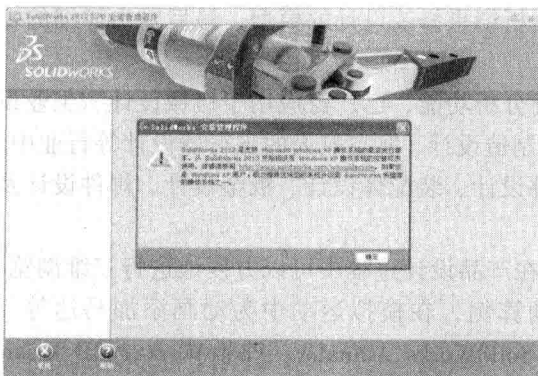

图 1-1 SolidWorks 2012 安装管理程序界面
(1) 将 SolidWorks 2012 软件光盘插入光驱中，安装程序自动运行，出现 SolidWorks 安装管理程序界面，如图 1-1 所示。